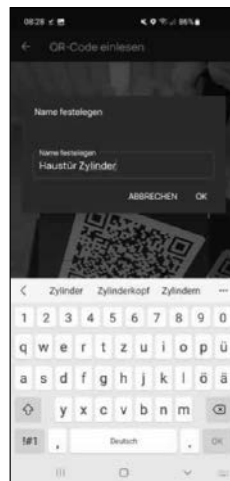

Fig. 6
- ⑦ Dans la fenêtre suivante, on vous demande un nom pour le cylindre. En cas d'utilisation de plusieurs cylindres et composants secuENTRY, il est recommandé de nommer le cylindre de manière à ce que vous puissiez reconnaître immédiatement de quoi il s'agit et où le cylindre est situé ou fixé. Dans l'exemple de cette notice, le cylindre est dénommé « cylindre porte d'entrée ». Confirmez le nom par « OK » (Fig. 6).